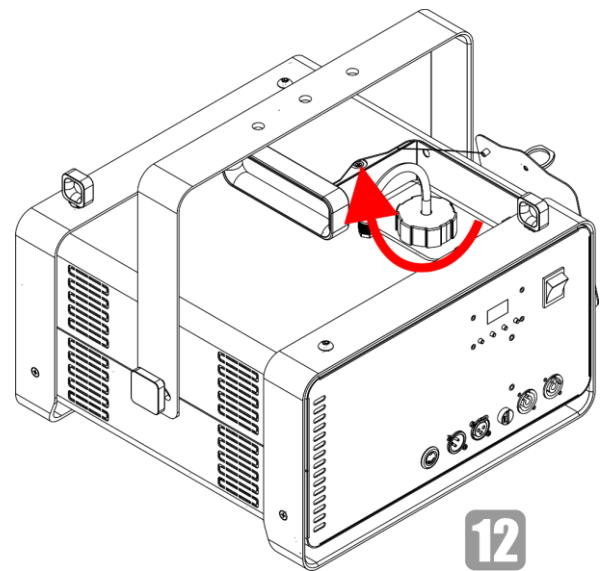

Fig. 30
- 12) Vuelva a enroscar la tapa del depósito de fluido como se indica en la Fig. 30.